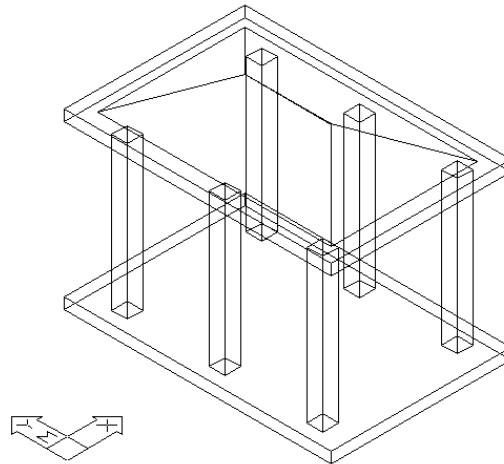

Рис. 4.5
4.4.1. Прямокутний масив (рис. 4.5). З меню Редакт (Modify) ⇒ 3М операції (3D Operation) ⇒ 3М масив (3D Array).